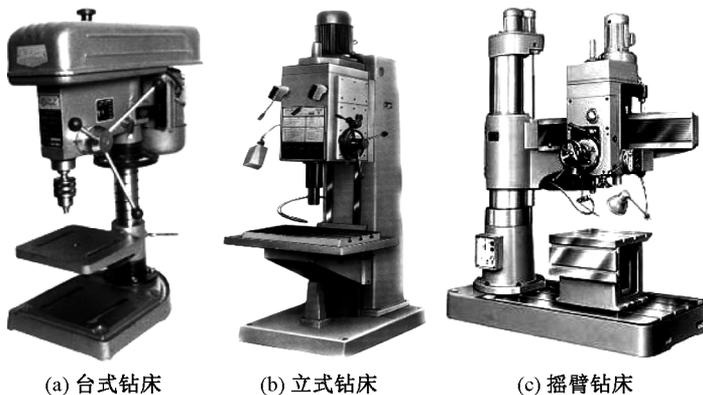

图 1-6 钻床
(4) 钻床 用来对工件进行各类圆孔的加工,有台式钻床、立式钻床和摇臂钻床等,如图 1-6 所示。